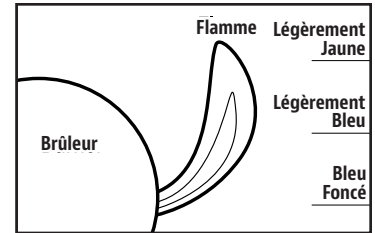

FIG. 4
- Après l'allumage, observez la flamme du brûleur. Assurez-vous que tous les orifices du brûleur sont allumés et que la hauteur de la flamme correspond à l'illustration. (Fig. 4).